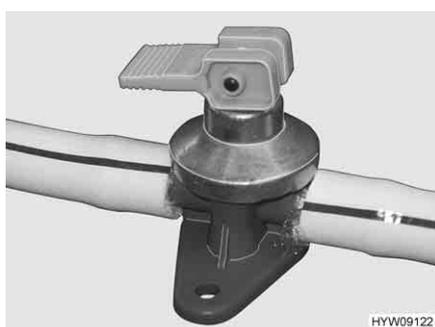
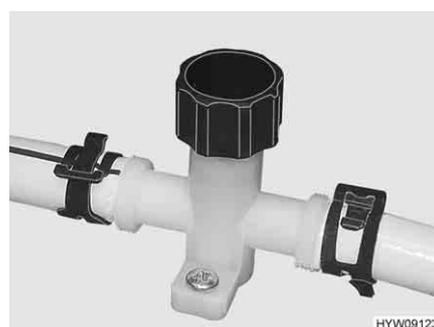

Bild 74 Ablasshahn mit Kipphebel
Bild 75 Ablasshahn mit Drehknopf
- Alle Ablasshähne (Bild 74 bzw. Bild 75) öffnen.